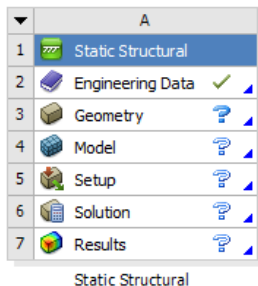

图 19-3 分析项目
2) 双击主界面 Toolbox 工具箱中的 “Analysis System” → “Static Structural” 选项, 在项目管理区创建分析项目 A, 如图 19-3 所示。